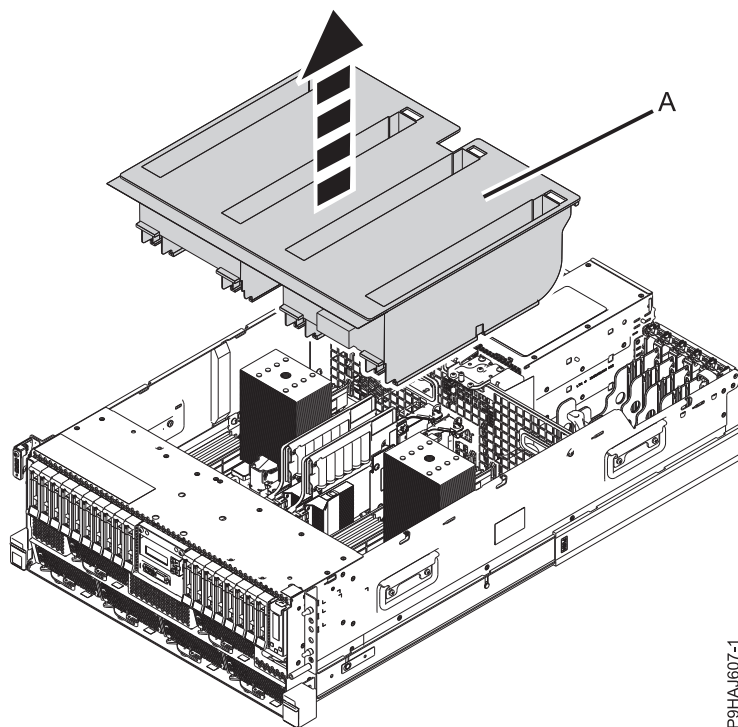

Figura 63. Extracción del deflector de aire de un sistema montado en bastidor
2. Para un sistema montado en bastidor, levante el deflector de aire (A) verticalmente tal como se muestra en la Figura 63 en la página 84. Para un sistema autónomo, extraiga el deflector de aire (A) directamente hacia fuera, como se muestra en la Figura 64 en la página 84.